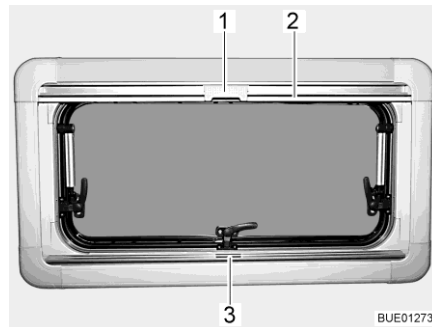
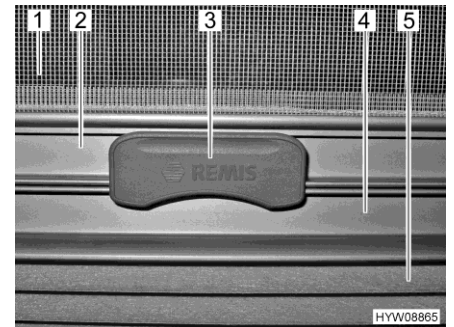

Bild 14 Överkantshängt fönster
Bild 15 Spärr
Plisségardin Plisségardinen (Bild 15,5) finns i den nedre rullgardinskassetten.
- Ta tag i mitten på plisségardinens list (Bild 14,3 och Bild 15,4) och drag den nerifrån och uppåt och släpp den vid önskad höjd. Plisségardinen stannar på denna höjd.
Insektsnät Insektsnätet (Bild 15,1) finns i den övre rullgardinskassetten.
- Drag, med listen (Bild 14,2 och Bild 15,2), ner insektsnätet tills listen stöter mot plisségardinen (Bild 15,4).
- Lås fast insektsnätets spärr (Bild 14,1 och Bild 15,3) på plisségardinens list. När spärren är låst, kan plisségardinen och insektsnätet justeras samtidigt.
- Tryck spärren (Bild 15,3) på insektsnätet uppåt.
- För långsamt tillbaka insektsnätet med listen (Bild 14,2).